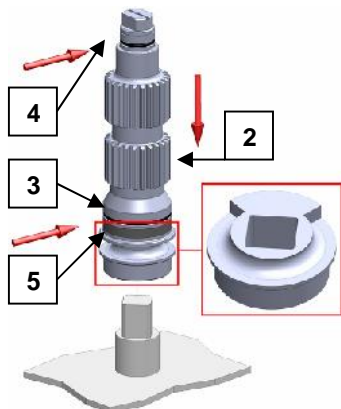

Fig.32
2. Posizionare il pignone ( 2 ) su un'apposita attrezzatura di pari quadro all'attacco femmina, assicurandosi che questo sia completo dell' O-ring inferiore ( 3 ), dell'anello antifrizione ( 5 ) e O-ring superiore ( 4 ). Lubrificare gli O-ring (vedi frecce) vedi fig. 32 ;